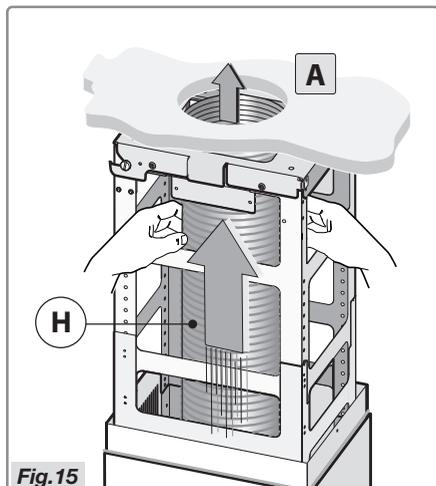

Fig. 15
- Raccordez le tuyau **H** (non livré avec la hotte) à l'ouverture d'évacuation d'air **A** (Fig. 15).